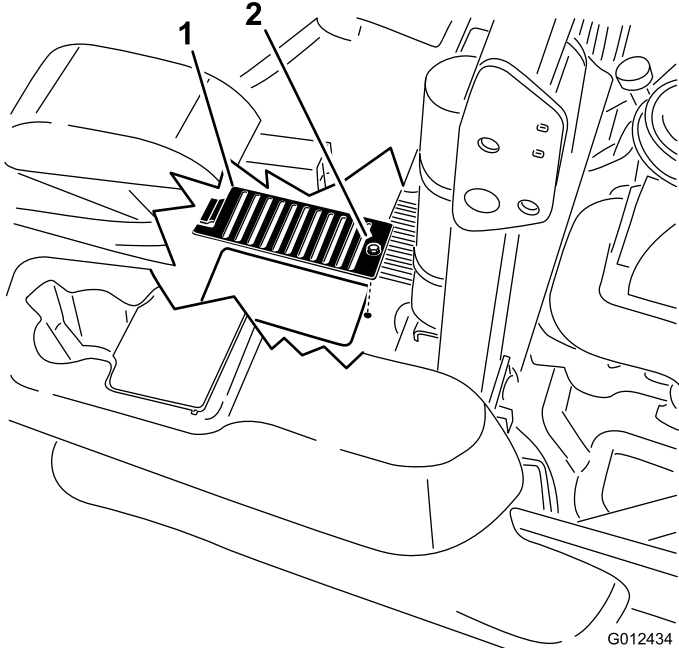

Figura 77
6. Retire la cubierta de cada varilla y el perno que está sujeto a la cubierta. Limpie alrededor de cada varilla y cada unidad hidráulica (Figura 77).